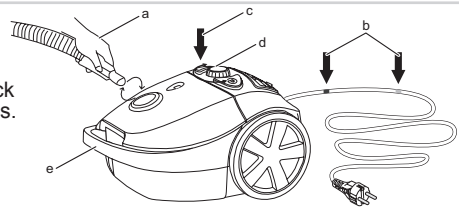

Abbildung 2
1. Drehen Sie das Anschlussstück des Schlauchs im Schlauchanschluss im Motorgehäuse rechtsherum (siehe Abbildung 2). Wenn Sie den Schlauch entfernen wollen, dann drehen Sie das Anschlussstück linksherum und ziehen Sie das Anschlussstück heraus.